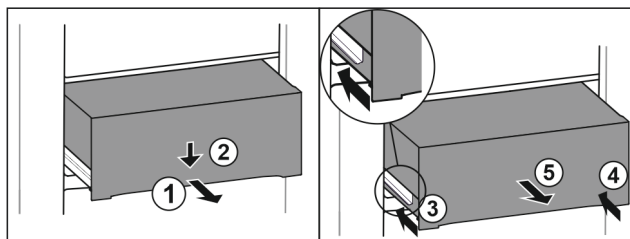

Fig. 185
- Dra ut utdragslåda till hälften. Fig. 185 (1)
- Tryck utdragslådan på framsidan nedåt. Fig. 185 (2)
- Skjut in vänster skena ca 2 cm. Fig. 185 (3)
- Skjut in höger skena ca 2 cm. Fig. 185 (4)
- Ta ut utdragslåda genom att dra den framåt. Fig. 185 (5)